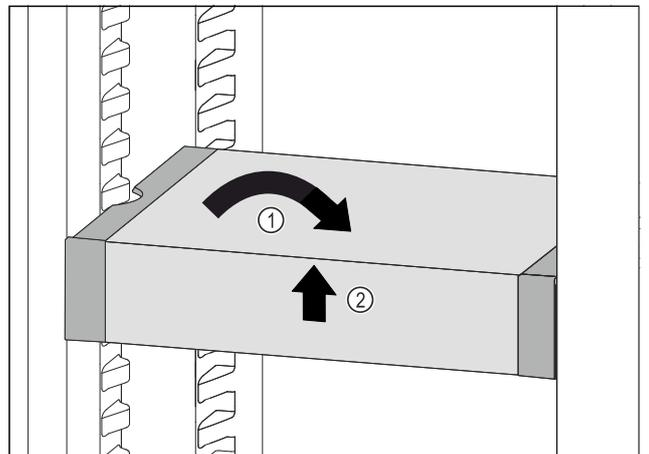

Fig. 101
- ▶ 将 VarioSafe 放平。Fig. 101 (1)
- ▶ 抬起 VarioSafe 前部。Fig. 101 (2)